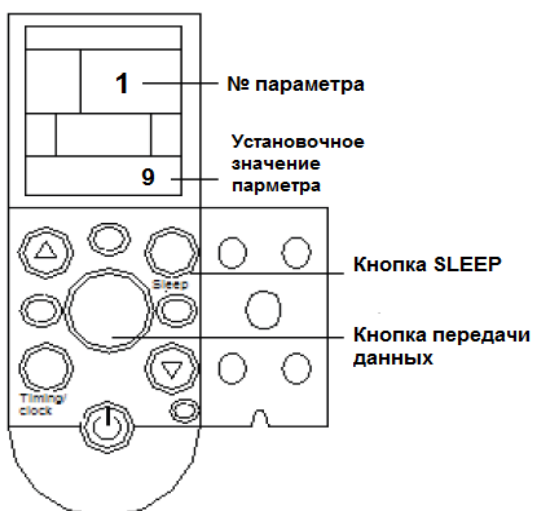

Рис.5.2
3.6.3 Установка параметров адресов коммутации для внутренних блоков (рис.5.2)